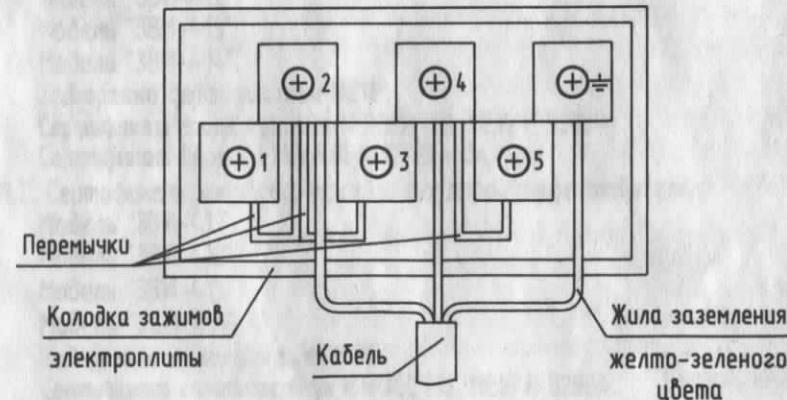

Рис. 12
9.4. Схема подключения кабеля с двухполюсной вилкой с заземляющим контактом к электроплитке показана на рис. 12 (схема дана для справок).